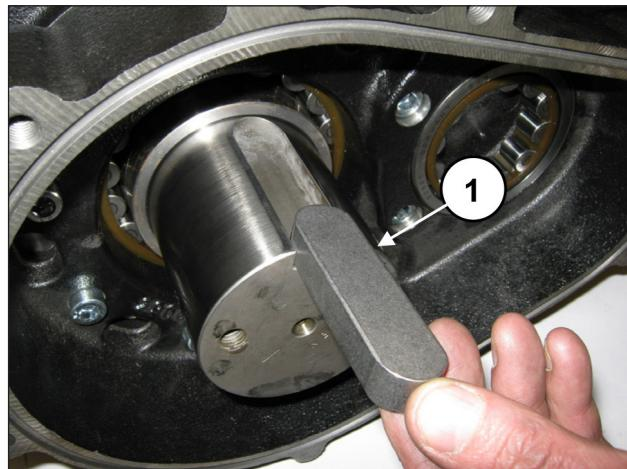
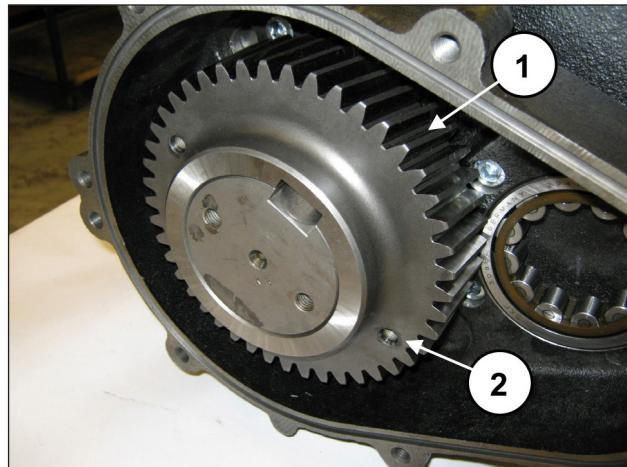

图 76
图 77
安装平键22x14x80到轴的底座(位置①，图 76)并将冠齿轮插入轴(位置①，图 77)。
安装冠齿轮时，两个M8孔（用于抽出）必须朝向泵的外部（②，图 77）。